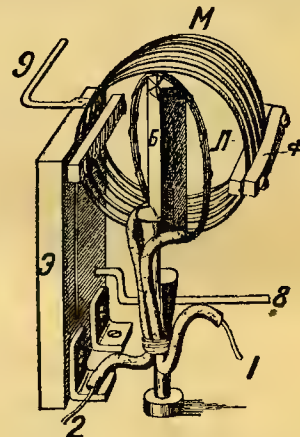

Рис. 2. Как монтируются катушки связи антенны (*L*) и контура сетки (*M*).
Катушки приемника. Связь антенного и сеточного контуров осуществляется катушками *L* и *M*. Катушка *L* (см. рис. 2) имеет всего три витка из провода диаметром 0,6 мм с двойной шелковой изоляцией. Диаметр витков (катушки) — 35 мм. Витки сложены вместе и связаны шелковой ниткой. Один конец (2) катушки присоединен к зажиму *A*, к которому присоединяется антенна; второй ее конец (обозначен цифрой 1) присоединяется к земле, т. е. к ближайшему месту заземленного медного экрана (на монтажной схеме это место спайки с экраном обозначено через *II*). Эта катушка привязана к эбонитовому бруску *B* и находится внутри катушки *M*, диаметром 45 мм, состоящей из 5 витков, расположенных друг от друга на расстоянии 2,5 мм. Витки сделаны из медной ленты шириной около 2 мм и толщиной 0,5 мм. Катушка *L* помещается внутри крайнего витка катушки *M* и может вращаться вокруг своей оси на угол в 90°. Один конец (8) катушки *M* присоединен к неподвижному
тупке *L* витки сложены вместе и перевязаны шелковой ниткой; кроме того, катушка в двух местах привязана к эбонитовому бруску *B* (см. рис. 2). Витки катушки *M*, сделанные из медной ленты, сохраняют свою форму, но для того, чтобы не изменялось расстояние между витками, катушка с двух сторон зажата фибровыми пластинками с резиновыми прокладками между ними. Катушка *H*, после изготовления, перевязывается по всей своей длине шелковой ниткой, что дела-